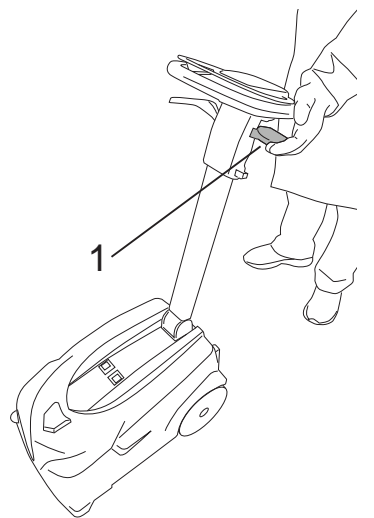

Fig.18
**Para acionar a secagem em marcha-atrás, puxe a alavanca (Fig.18-Ref.1).**